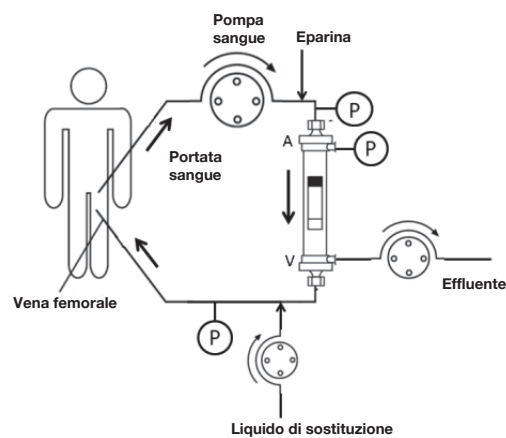

Figura.7
- 7) Infondere anticoagulante in modo continuativo per impedire che il sangue si coaguli nell'emofiltro quando il dispositivo è in uso. (Figura 7)